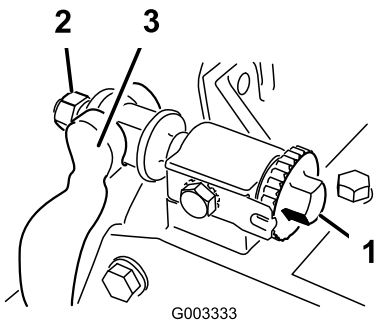

Figure 61
- 1. Tournez la vis de réglage de la barre d'appui dans le sens anti-horaire pour éloigner la contre-lame du cylindre (Figure 61).